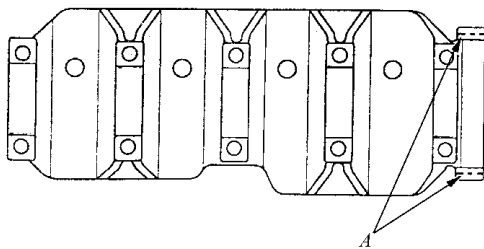

图 2-53 涂密封胶处
15) 如图 2-53 所示，沿虚线 A 涂敷 15mm 宽的 P/N08C70-K0234M 08C70-K0334M 或 08C70-X0331S 型液体密封胶。